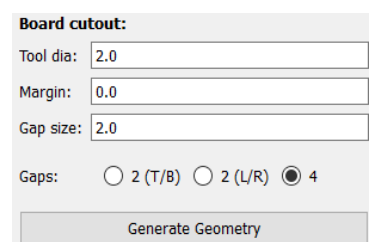

Figura 25 - Parametrização para geometria da placa.
- Após selecione a geometria gerada e parametrize para corte com os dados da figura 25. E, por fim, exporte o código.